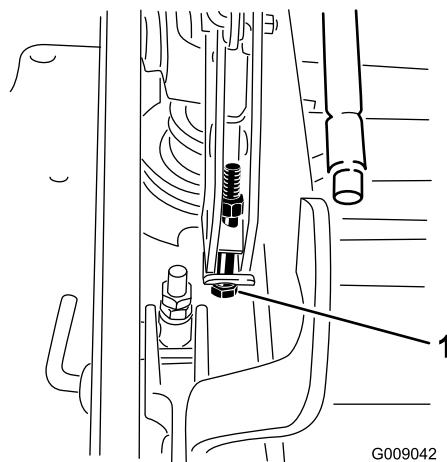

Bild 88
- 13. Wenn das Mähwerk zu niedrig ist, drehen Sie die zentrale Einstellschraube nach rechts, um sie anzuziehen. Wenn das Mähwerk zu hoch ist, drehen Sie die zentrale Einstellschraube nach links, um sie zu lösen (Bild 88).